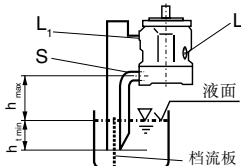

图 2
- 如果油箱的最低液面低于泵的安装法兰面则“L₁”和“S”口的接管见图2。封闭“L”口，见1.2.1节。
在安装前泵水平卧置并灌满油液。油箱上的安装见图2。